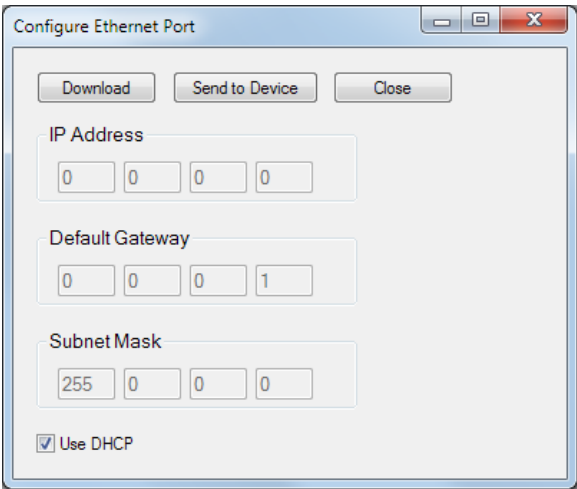

Figura 20-2. Configurar puerto Ethernet
4. Seleccione Configurar Ethernet del menú desplegable Comunicación. Si el DECS-150 está conectado correctamente, aparecerá la pantalla Configurar puerto Ethernet, como se muestra en la Figura 20-2.